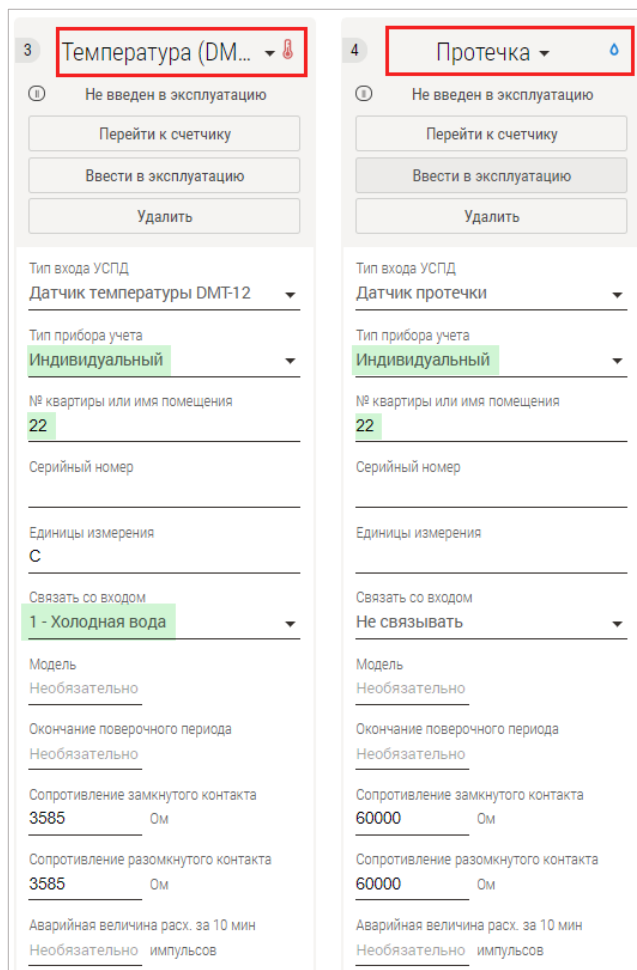

Рис. 27. Добавление датчиков на сервер.
1. В меню **УСПД** → **Конфигурация** нажмите на номер входа, к которому подключен датчик, и выберите тип датчика из выпадающего списка (Рис. 27).